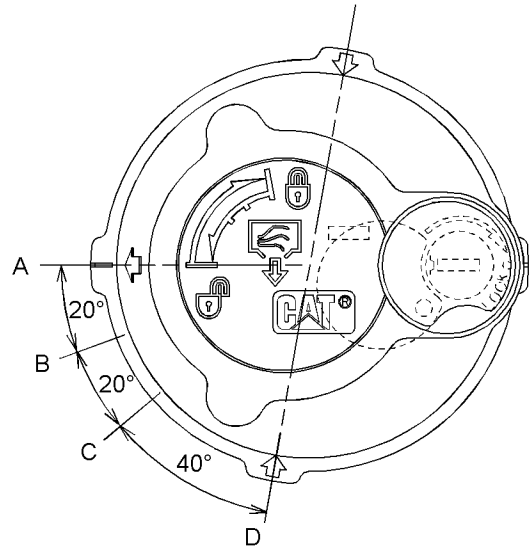

Ilustración 507
3. Suelte la presión que puede haber en el circuito hidráulico de retorno con el siguiente procedimiento. Consulte la Ilustración 507 para ver las posiciones de la tapa del tubo de llenado.
- a. Gire la tapa del tubo de llenado hacia la izquierda y mueva la flecha de la posición (A) a la posición (B).
- b. Suelte la presión durante un mínimo de 45 segundos moviendo la flecha de la posición (B) a la posición (C).
- c. Oprima la tapa del tubo de llenado hacia abajo y mueva la flecha de la posición (C) a la posición (D).
- d. Una vez que se libera la presión del tanque, apriete la tapa del tubo de llenado del tanque hidráulico a la posición (A).